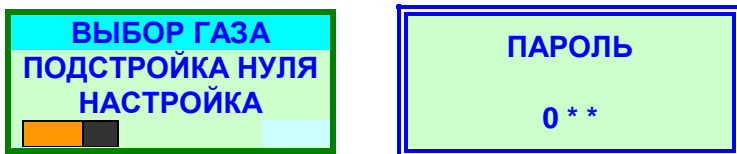

Рис. 3.6
3.4.2 Для выбора нужного газа надо на выключенном приборе нажать кнопку «ОТКЛ» и, не отпуская её, нажать кнопку «ВКЛ». После окончания звукового сигнала обе кнопки отпустить. На экране появится главное меню прибора и оранжевый индикатор степени заряда батареи. При этом курсор (голубая подсветка) уже находится на строке меню «ВЫБОР ГАЗА». Передвигая светящийся курсор кнопками «▲» или «▼» можно выбрать все доступные из меню опции. После нажатия кнопки «ВКЛ» появляется запрос ввода пароля рисунок 3.6.